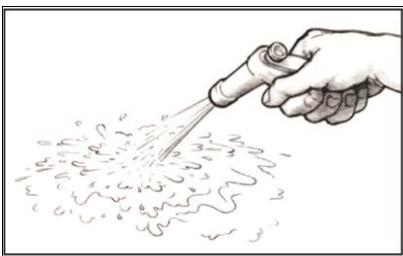

Рис. 33. После шлифовки промойте поверхность пресной водой.
4. Когда вы будете удовлетворены текстурой и ровностью поверхности, промойте её пресной водой, которая должна равномерно течь по поверхности, без «рыбых глаз». Если вода образует капли на поверхности (признаки загрязнения), протрите поверхность насухо бумажными полотенцами, снова шлифуйте (влажная шлифовка) пока все капли не будут удалены (*Рисунок 33*).